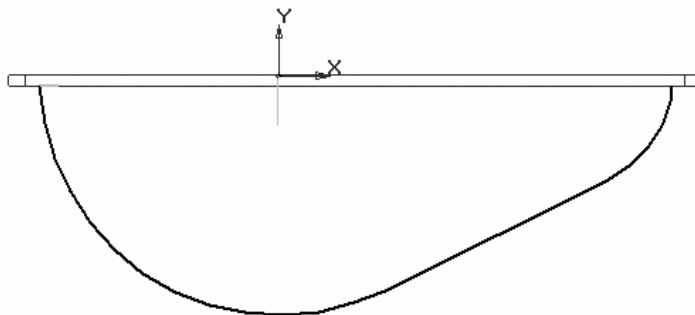

Рис. 3.96. Эскиз > траектория для создания стенки крышки редуктора
4. В крышке, в отличие от корпуса редуктора, нет передней и задней стенок, поэтому формирование стенки крышки мы выполним за один вызов команды Кинематическая операция. Направляющей будет служить контур крышки редуктора, взятый с главного вида чертежа и размещенный в эскизе на плоскости ZY. Обратите внимание: после копирования контура в эскиз его придется отобразить относительно оси X, поскольку система при создании эскиза в плоскости ZY (или параллельной ей) размещает модель таким образом, что она оказывается перевернутой (рис. 3.96).